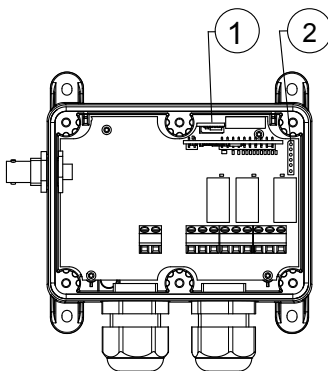

Abbildung 10.
4. Setzen Sie die Speicherkarte, deren Parameter Sie kopieren möchten, in den Speicherkarten-Steckplatz des Empfängers ein (siehe Abb. 10).
5. Setzen Sie die Display-Platine in den zugehörigen Steckplatz ein (siehe Abb. 10).
4. Setzen Sie die Speicherkarte, deren Parameter Sie kopieren möchten, in den Speicherkarten-Steckplatz ein (siehe Abb. 10).